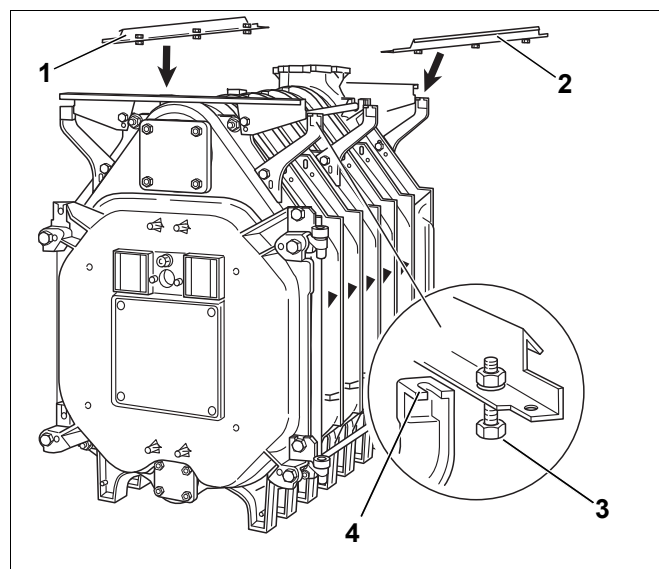

Рис. 38 Установка продольных планок
- ▶ Положите продольные планки (рис. 38, [1] и [2]) на оба кронштейна на передней и задней секциях.
- ▶ Вставьте предварительно установленные на продольных планках болты (рис. 38, [3]) в выемки кронштейнов (рис. 38, [4]) и заверните их.